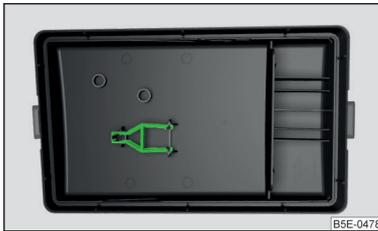

Abb. 218
- Die unter der Abdeckung des Sicherungskastens im Motorraum befindliche Kunststoffklammer nehmen » Abb. 218 auf Seite 237.
- › Die unter der Abdeckung des Sicherungskastens im Motorraum befindliche Kunststoffklammer nehmen » Abb. 218 auf Seite 237.